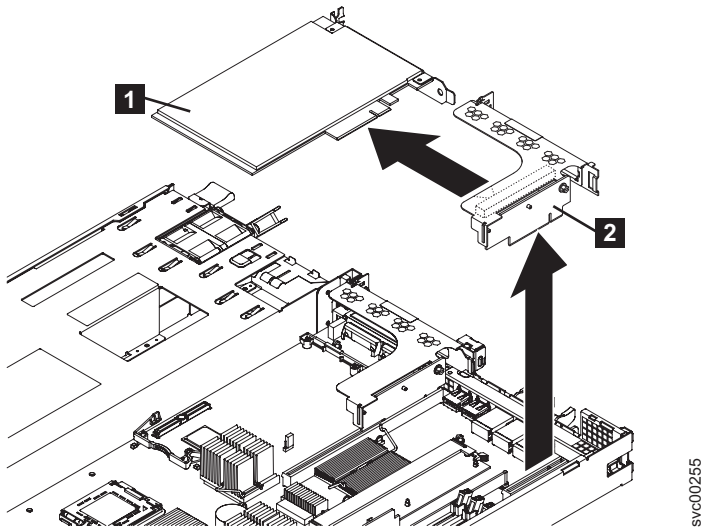

図 175. SAN ボリューム・コントローラー 2145-8G4 からのライザー・カード・アセンブリーの取り外し
6. ライザー・カード・アセンブリー (208 ページの図 175 の **2**) の後部の端をつかみ、ライザー・カード・アセンブリーを持ち上げて取り外します。